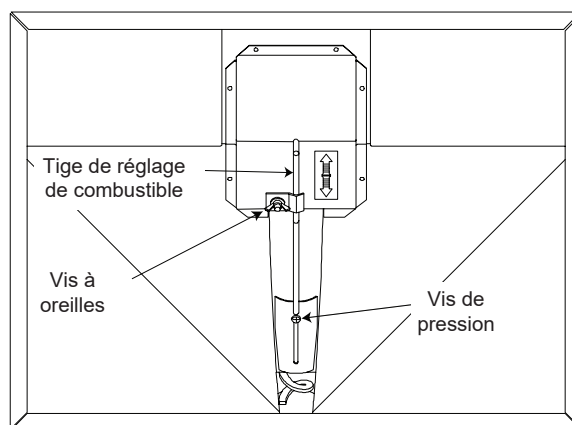

Figure 11.1
La tige de réglage du débit d'alimentation est réglée en usine et ce réglage devrait être adéquat pour la plupart des combustibles. La vis de pression se trouve au bas de la trémie. Elle a été *desserrée en usine* pour que la tige de réglage du combustible ne se déplace que quand on desserre la vis à oreilles sur la partie supérieure (**Voir la figure 11.1**). Ne resserrez pas cette vis de pression.
1. Desserrez la vis à oreilles (**Figure 11.1**).